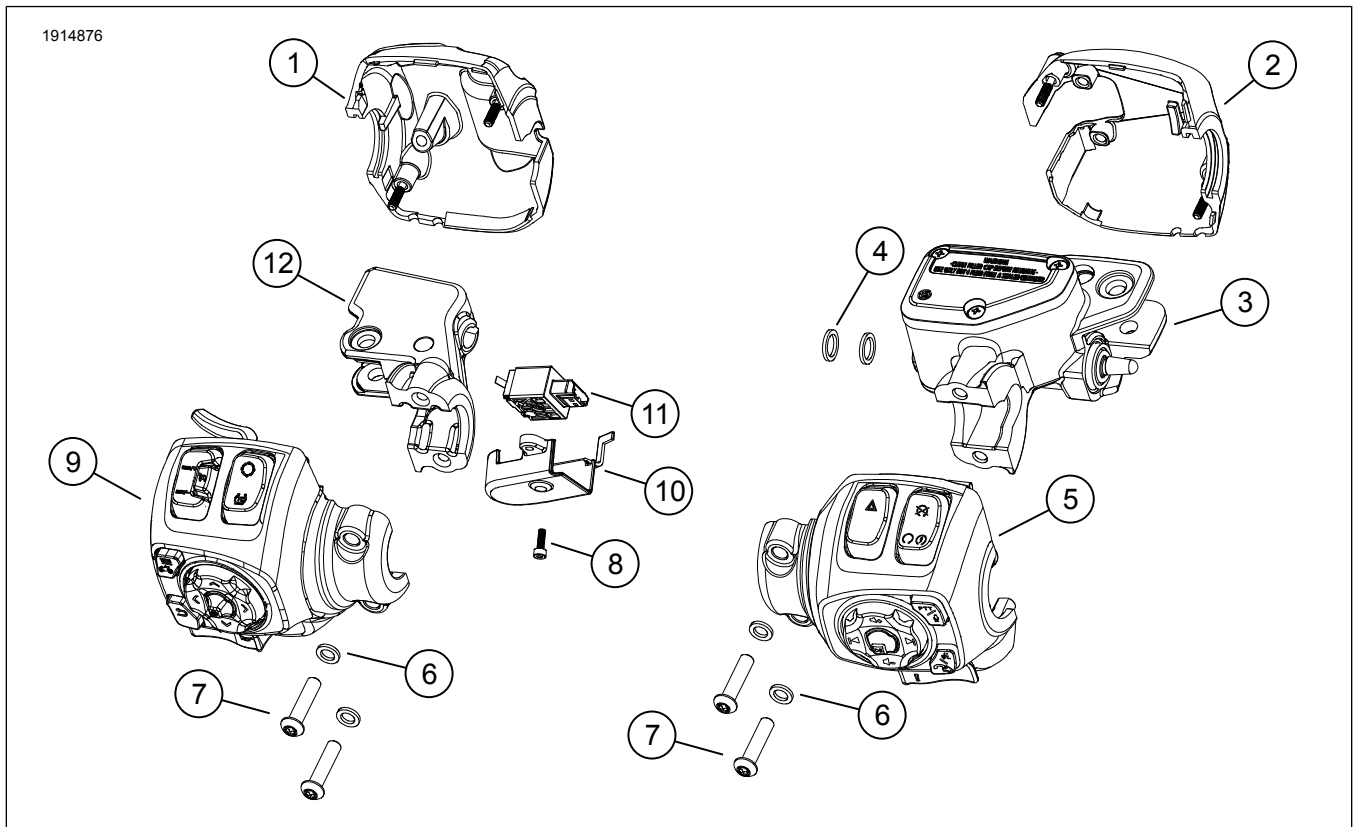

Figure 1. Contenu du kit : Commandes manuelles gauche et droite
1. Voir la Figure 1. Installez le **nouveau** module de commande manuelle gauche (9). Consultez le manuel d'entretien.
3. Installez le **nouvel** interrupteur d'embrayage (11), le couvercle de l'interrupteur (10) et la vis (8). Consultez le manuel d'entretien.